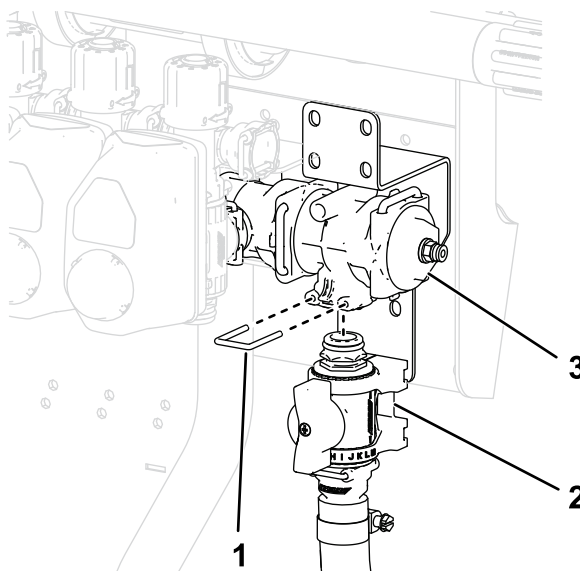

Figura 38
9. Fixai ansamblul supapei de control la fittingul în T cu un opritor, aa cum se arată în **Figura 38**.